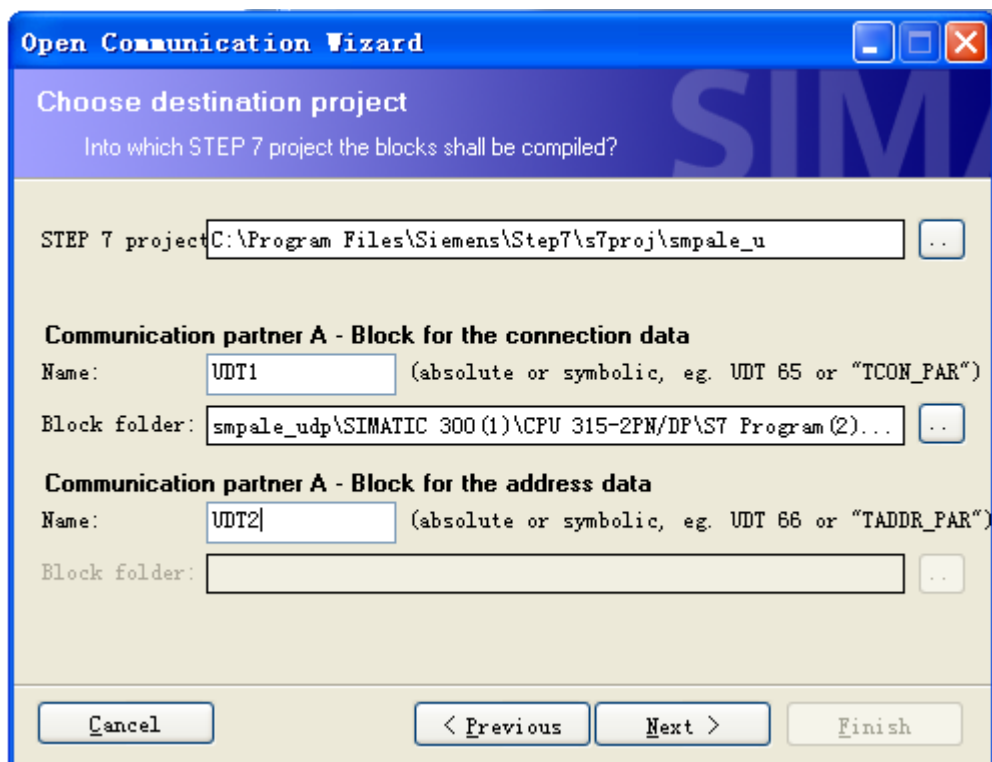

图 2.1.21
(9)、端口配置完成后，点击下一步，，会出现图 2.1.21，在这里，将配置完的参数存储到 UDT 块中，其中第一个存储的是连接参数，第二个存储的是地址参数。这里分别命名为 UDT1 和 UDT2。